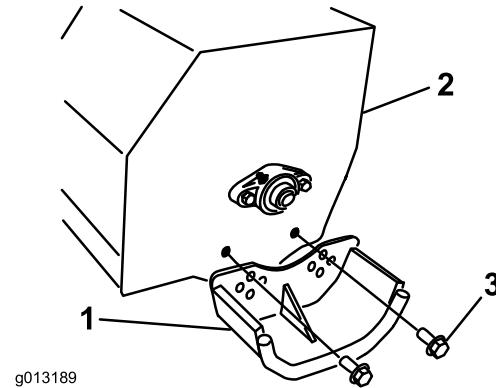

Figure 7
3. Retirez les boulons qui fixent les patins sur le carter (Figure 7).
4. Placez les patins à la même position de chaque côté et fixez-les avec les boulons (Figure 7).